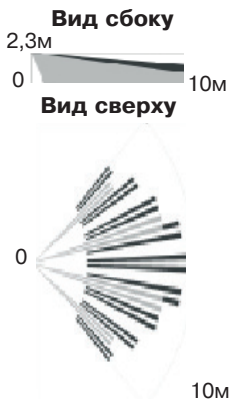

Рис. 43
- просверлите в основании корпуса отверстия (рис.43), которые будут использоваться для крепления извещателя;